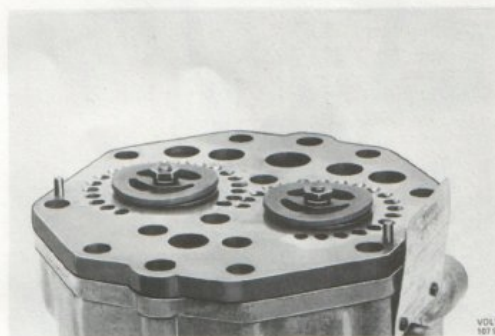

Bild 56. Montering av ventilplatta
7. Placera en ny packning på vevhuset och lägg på ventilplattan. Ventilplattan vänds så att ventiler-nas muttrar pekar uppåt (bild 56).